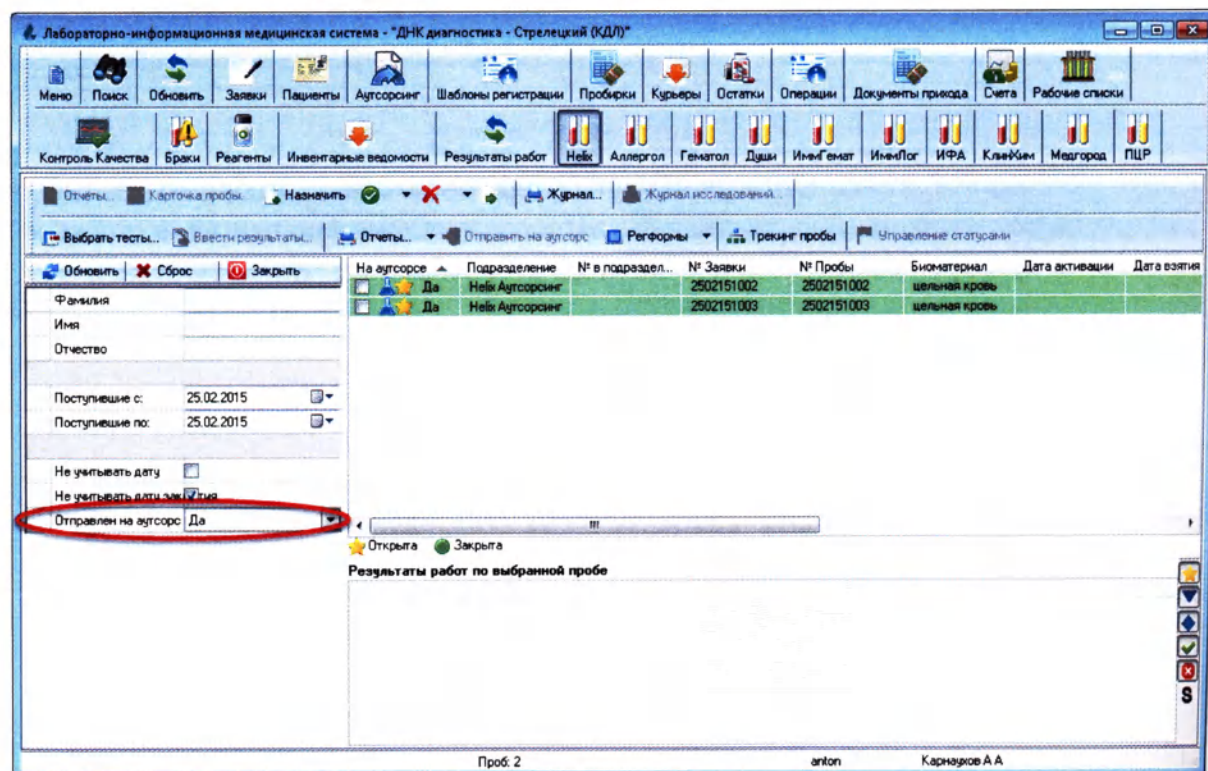

Рисунок 9.3
3. Если в домашнем журнале аутсорсера необходимо отобразить заявки, которые отправлены на выполнение аутсорсеру, в фильтре поиска в строке **«Отправлен на аутсорс»** выберите значение **«ДА»**(Рисунок 9.3):